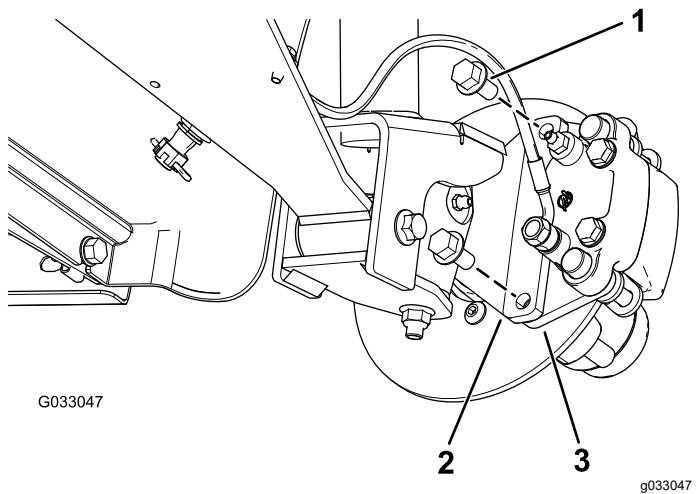
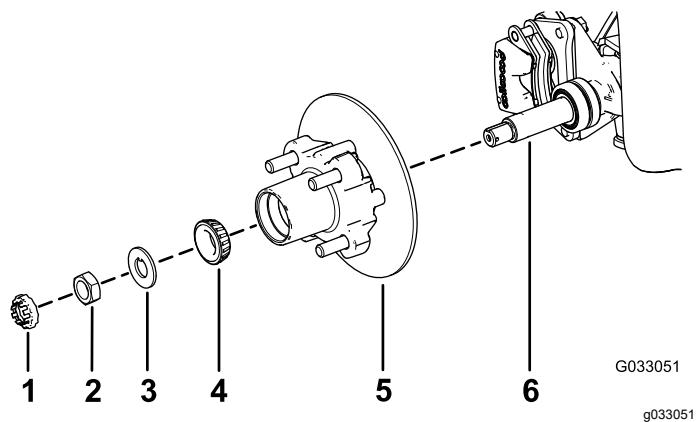

Bild 30
Bild 34
3. Entfernen Sie die Bundkopfschrauben (3/8" x 3/4"), mit denen die Halterung für die Bremse an der Spindel befestigt ist, und nehmen die Bremse von der Spindel ab (Bild 30).
1. Fetten Sie die Spindel leicht mit der angegebenen Fettsorte ein (Bild 34).
2. Montieren Sie die Radnabe und den Drehzylinder an der Spindel mit dem Drehzylinder innen (Bild 34).
3. Montieren Sie das Außenlager an der Spindel und setzen das Lager auf den äußeren Lagerring (Bild 34).
4. Legen Sie die Nasenscheibe auf die Spindel (Bild 34).
5. Schrauben Sie die Spindelmutter auf die Spindel und ziehen Sie die Mutter auf ein Drehmoment von 15 N·m an, während Sie die Radnabe drehen um das Lager zu fixieren (Bild 34).
2. Flachten Sie die Bremsbeläge mit jeder Seite des Drehzylinders (Bild 30) und die Löcher in der Bremsbackenhalterung mit den Löchern im Bremsenhalter des Spindelrahmens aus (Bild 34).
3. Befestigen Sie den Bremsbackenhalterung mit den beiden Bundkopfschrauben ($\frac{3}{8}$ " x $\frac{3}{4}$ ") am Spindelrahmen (Bild 30).